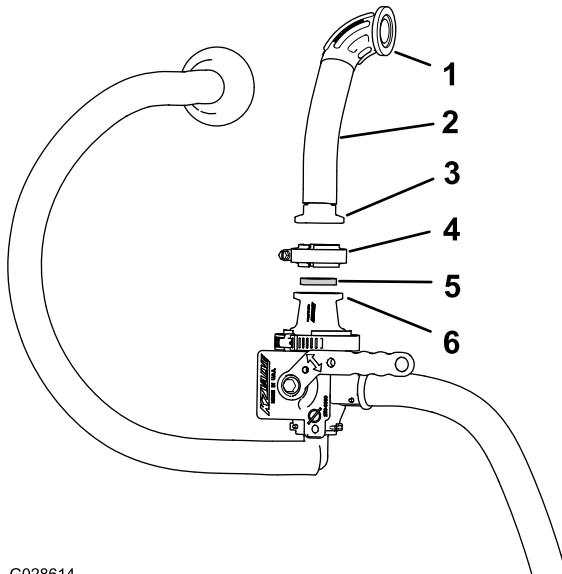

Figura 20
7. Alinhe uma junta e a união flangeada reta do novo tubo de entrada com a flange do adaptador na parte superior da válvula do misturador (Figura 20).
- Fixe a união flangeada reta à válvula com o grampo da flange (Figura 20).